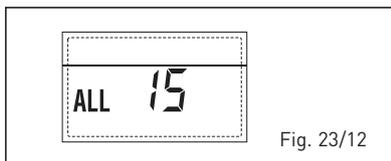

Fig. 23/12
– **ANOMALIE SONDE EXTERNE “ CLIGNOTANTE”** (fig. 23/13)